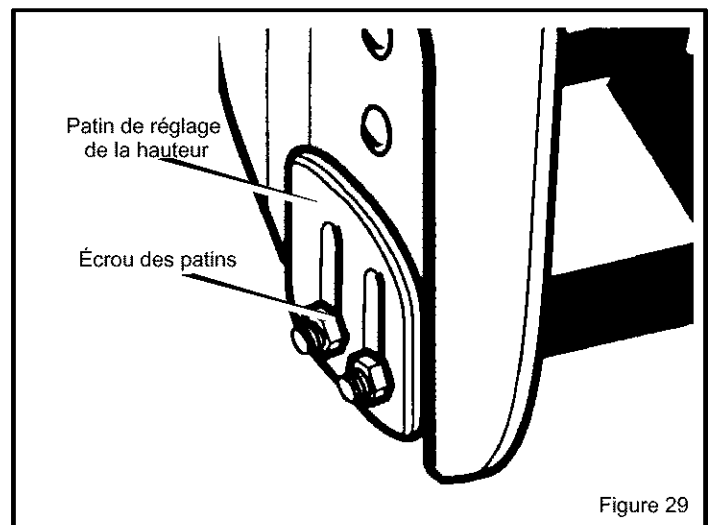

Figure 29
2. Desserrer les écrous du patin (Figure 29) et descendre le patin jusqu'à ce qu'il touche le sol. Resserrer les écrous.